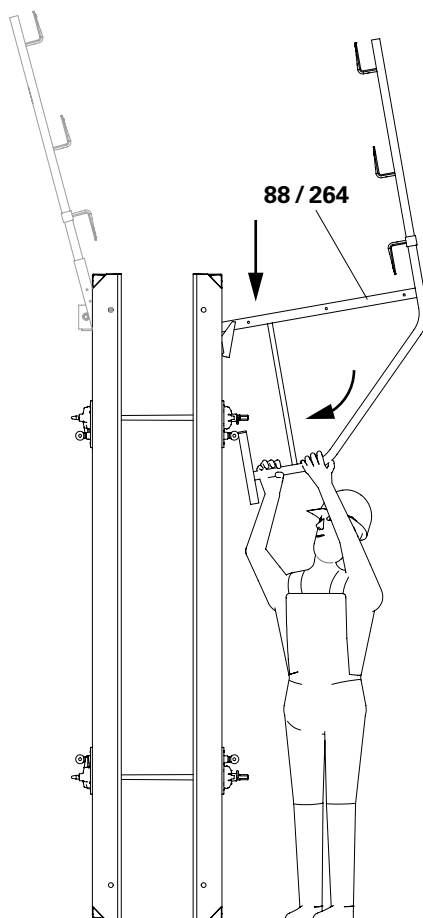

Fig. A7.05a
1. Accrocher une console (88/264) à droite dans les trous d'assemblage d'un panneau. (Fig. A7.05a + A7.05b)
(Fig. A7.05a + A7.05b et A7.06)